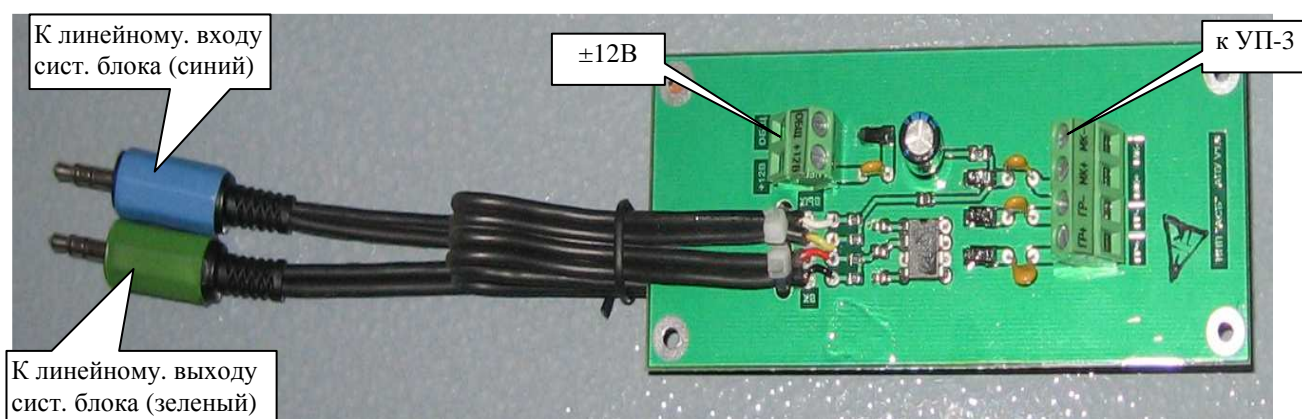

Рисунок 5.10. Адаптер переговорного устройства АПУ.
5.5.5 Адаптер переговорного устройства (АПУ) (рис.5.10) предназначен для согласования звуковых сигналов от линейных входа и выхода системного блока и устройства переговорного УП-3, устанавливается в кросс СЛЗ.